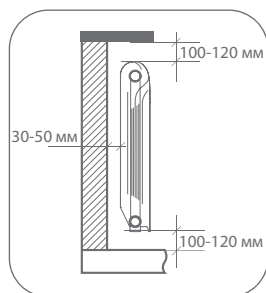

Рисунок 6 . Расстояния при монтаже радиаторов
**8.1.4.** Монтаж радиаторов необходимо производить в местах, обозначенных требованиями проектной документации, при соблюдении следующих условий (рис. 6):